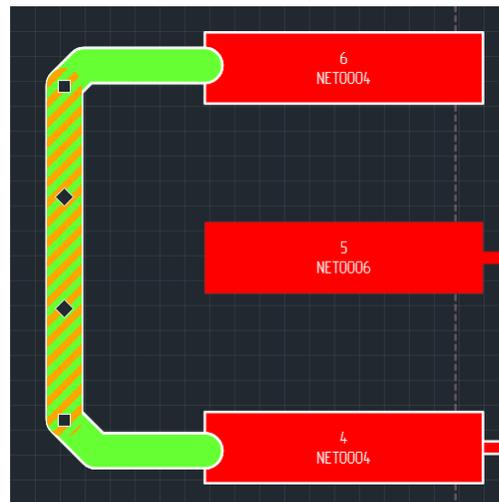

Рис. 275 Выбор сегмента трека
2. Нажмите левую кнопку мыши, при этом будет выбран тот сегмент трека, на который наведен курсор, см. Рис. 275.